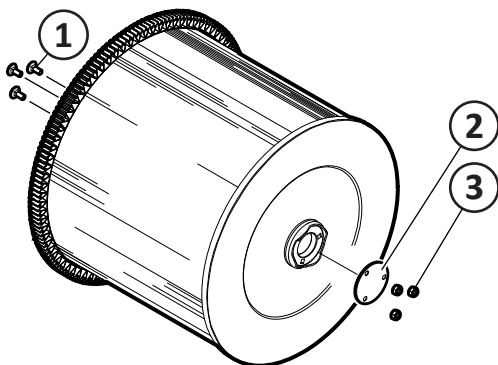
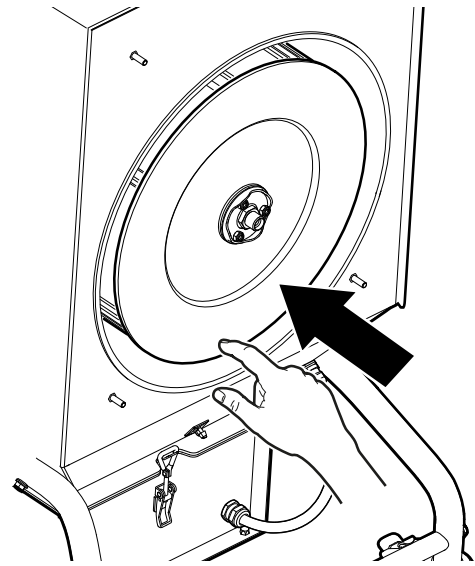
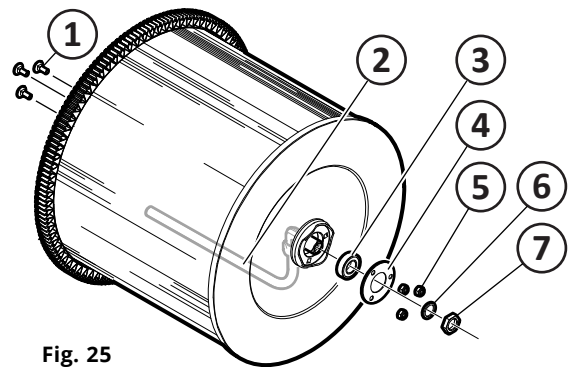

Fig. 23
Fig. 24
Fig. 25
1. Sätt tillbaka vagnsbultar (pos 1, **Fig. 23**) inne i filterpatronen.
2. Sätt tillbaka täckplåt (2) och skruva fast med låsmuttrarna (3).
3. Skjut varsamt in den nya filterpatronen vågrätt tills kuggkranen faller ner från filterborstarna (**Fig. 24**).
1. Sätt tillbaka vagnsbultar (pos 1, **Fig. 25**) och munstycke (2) inne i filterpatronen.
2. Montera lager (3), sätt tillbaka täckplåt (4) och skruva fast med låsmuttrarna (5).
3. Skruva fast munstycket (2) med bricka (6) och mutter (7).
4. Skjut varsamt in den nya filterpatronen vågrätt tills kuggkranen faller ner från filterborstarna (**Fig. 24**).